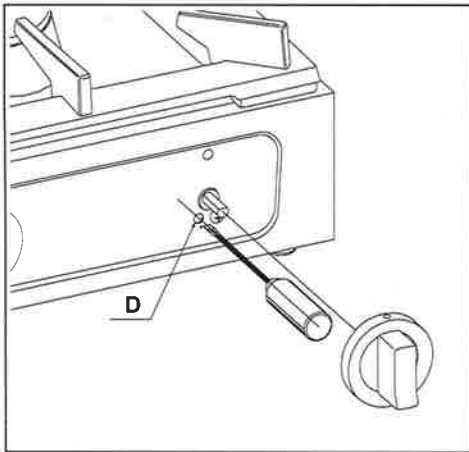

FIG. 3
4.1.2 RÉGLAGE DES MINIMUMS (fig. 3)